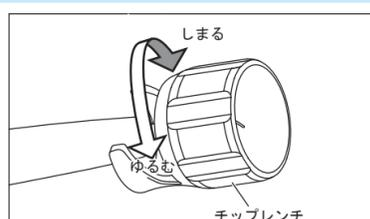

図5
- 2) 取り付けたチップの交換レンチにあわせハンドピースの四角の部分に合わせて差し込みます。次にチップ交換レンチの穴を通して、「カチッ、カチッ」と空回りするまで締め付けます。(図5)
取り外すときは、ゆるむ方向へ回します。(図5)